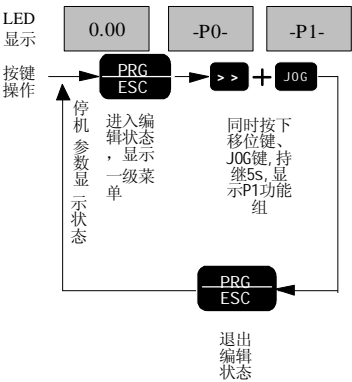

图 3-8 UP/DN 使能操作示例
- I UP/DN 使能方式：通过组合键 **>>** + **JOG** 按下持续 5s 使能（操作示例见图 3-8），该设置掉电不保存，另设置 PD.12 参数也可使能键盘 UP/DN 功能，具体见 PD.12 功能描述